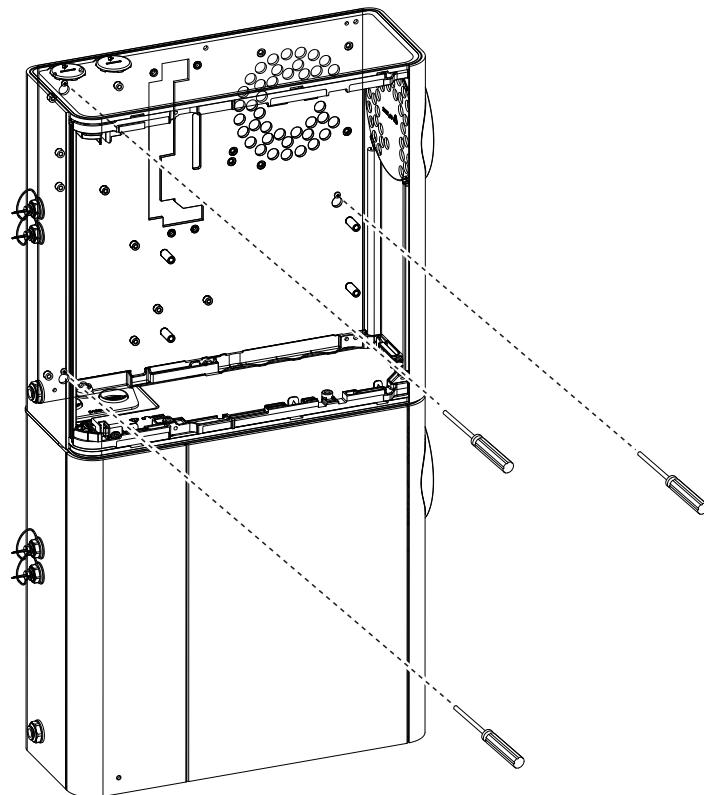

Рис. A-15: Затяжка крепежных винтов
6. Вставьте третий крепежный винт и затяните все три винта (Рис. A-15).